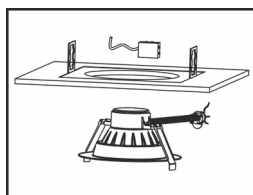

Fig. 2
- 3.) Attacher le mousqueton de sécurité au cadre ou à la structure de support du luminaire. (**Figure 2**)
- 3.) Insérer le conduit de la lampe dans la boîte de jonction et réaliser le câblage à la source d'alimentation (noir à la phase, blanc au neutre, vert à la terre) (**Figure 2**) Rattacher le couvercle de la boîte de jonction.